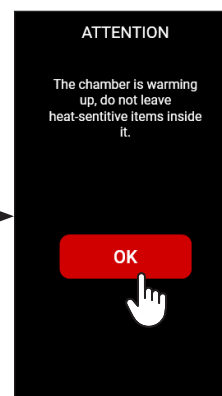

fig.12
**i** En cas d'utilisation du mode « maintien au chaud », un avertissement apparaîtra pour ne pas laisser d'objets sensibles à la chaleur à l'intérieur ; cliquez sur OK pour confirmer l'absence de ces objets (fig. 12).